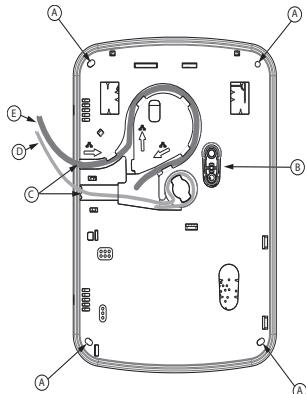

Figure 2 - Plaque arrière du TL8803GI-EU
4. Fixez la plaque arrière au mur à l'aide des 4 trous de montage. Voir Figure 2.